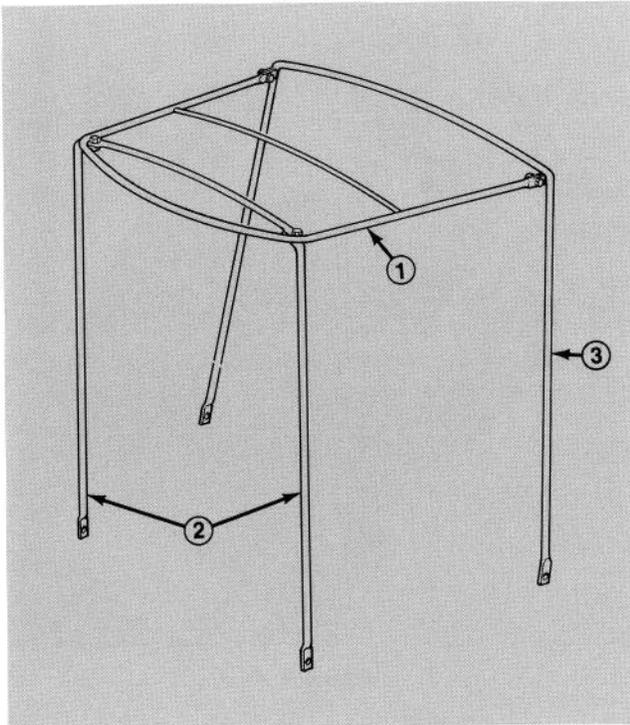

Figure 1
1. Fixer le haut de l'armature sur les montants d'angle avant et le montant vertical arrière en U au moyen des boulons à tête ( $\frac{1}{4}$ -20 x  $\frac{3}{4}$ "') et des écrous de blocage (figure 1).